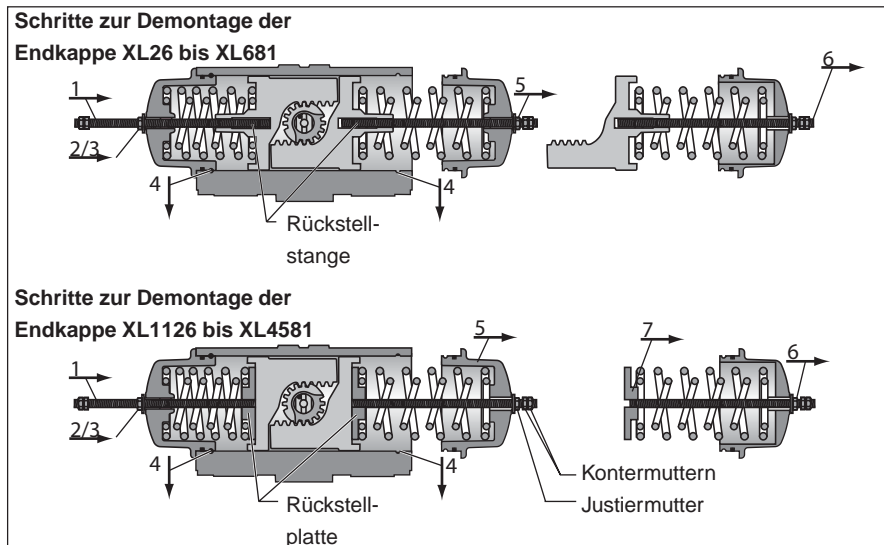

Abb. 5 Demontage der Endkappe
- Lösen Sie die Sicherungsmuttern (24), und entfernen Sie sowohl die Endanschlagschrauben (22) als auch Gewindedichtungen (23) oder O-Ringe (23a).
- Entfernen Sie die Anzeige (7) vom oberen Teil der Welle (19). Verwenden Sie für XL26 bis XL221 einen 4mm-Sechskantsteckschlüssel. Bei größeren Größen kann die Anzeige vom oberen Teil der Welle abgezogen werden.
- Entfernen Sie sowohl die Dichtungsschrauben (28) als auch die Dichtungen (29) von den Endkappen (21).
- Für XL 26 bis XL 681 die Kolben (20)
- Für XL 1126 bis XL4581 die Rückstellplatte (20a, siehe auch Abb. 5), bis der Anschlag erreicht ist (NICHT ÜBERDREHEN!). Achten Sie darauf, dass Mutter und Unterlegscheibe die Endkappenfläche nicht berühren.
7 Halten Sie die Kontermuttern mit einem Schlüssel fest, damit sie sich nicht drehen. Schrauben Sie die beiden Justiermutter mit einem anderen Schlüssel jeweils um eine halbe Drehung (siehe Abb. 5) im Uhrzeigersinn die Stangen hinunter, bis exakt zwei Drehungen erreicht sind. Auf diese Weise
- Für XL 26 bis XL681 werden die Kolben (20)
- Für XL 1126 bis XL4581 wird die Rückstellplatte (siehe auch Abb. 5) auf die Endkappen (21) gezogen, sodass die Federn komprimiert werden. Das Zusammenpressen der Federn hat zur Folge, dass der durch die Federn ausgeübte Druck aufgehoben wird und der SAFEKEY entfernt werden kann.
11 Um das Federpaket (siehe Abb. 5) so zu belassen wie es ist, wird die Rückstellstange nicht bewegt. Zum Demontieren des Federpakets lösen Sie die Justiermutter auf der Rückstellstange und reduzieren so den durch die Federn ausgeübten Druck, während Sie das Drehen der Stange verhindern, indem Sie die Kontermuttern mit einem Schraubenschlüssel festhalten.